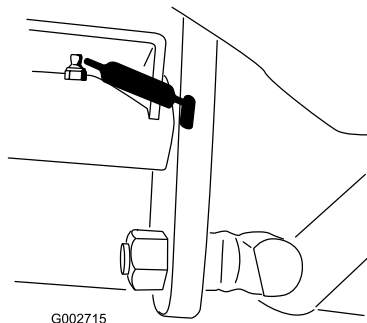

Figura 21
- Articulação do pedal de tração (1) (Figura 21)